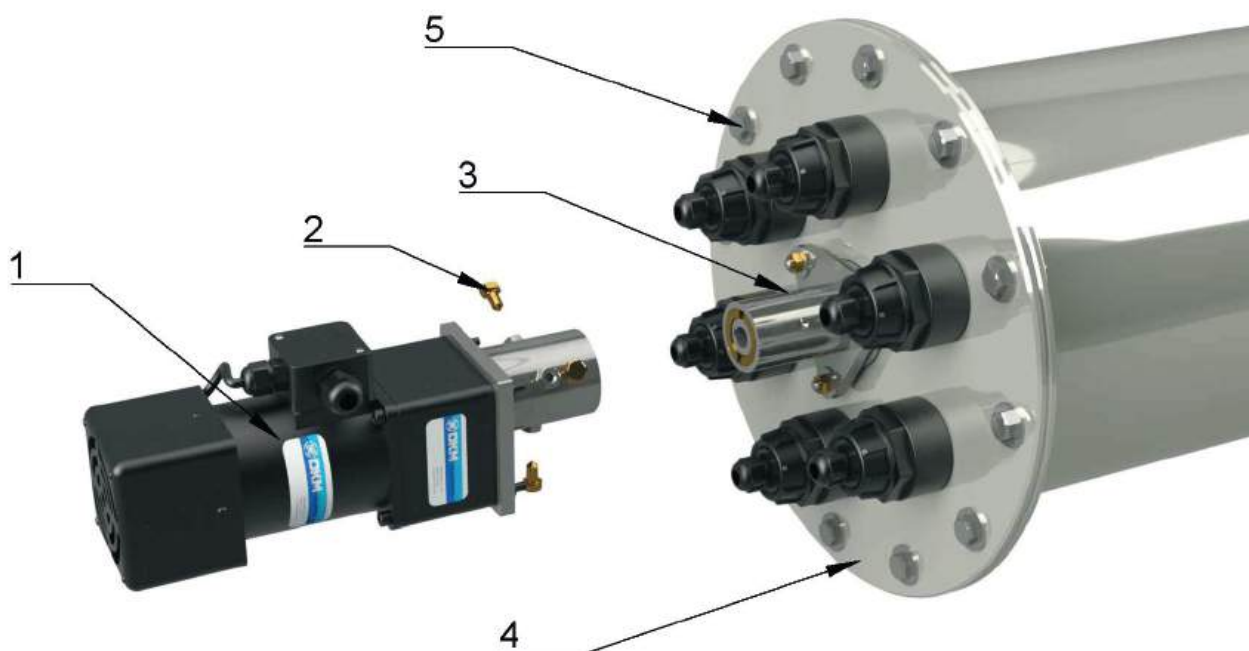

Рис. 13 Крепление электропривода CAO
4. открутить болты крепления электродвигателя 2 (Рис. 13);
1. установить электропривод 1 на кронштейн крепления электропривода 3 так, чтобы крепёжные отверстия совпали (Рис. 13);
7. отвинтить болты крепления фланца узлов герметизации 5 (Рис. 13);